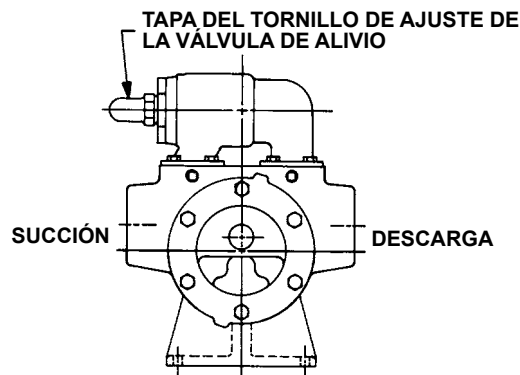

FIGURA 5
4. La tapa del tornillo de ajuste de la válvula de alivio siempre debe apuntar hacia el lado de succión de la bomba. Si se invierte la rotación de la bomba, retire la válvula de alivio y gírela 180°. Consulte la **figura 5**.